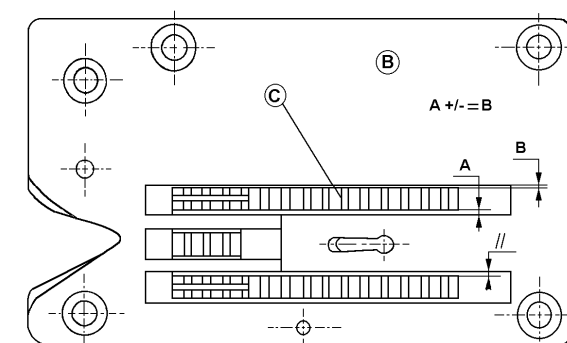

Fig : 19
-Bekijk Fig:19. Bekijk het transport (**C**) van boven uit. De zijanten van het transport (**C**) moeten parallel lopen met de sleuven in de transportplaat (**B**).